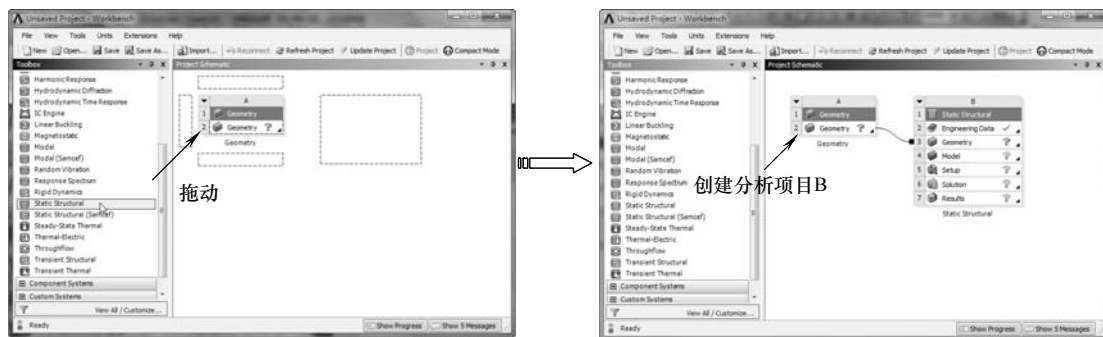

图 7-45 创建分析项目 B
4) 在【Toolbox (工具箱)】中【Analysis Systems】下的【Static Structural】选项上按住鼠标左键，拖动到【Project Schematic (项目管理区)】分析项目 A 中的 A2 上，当 A2 呈红色高亮显示时，释放鼠标创建分析项目 B，如图 7-45 所示。